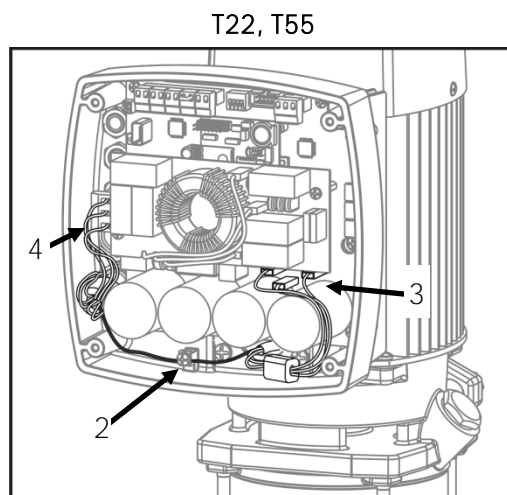
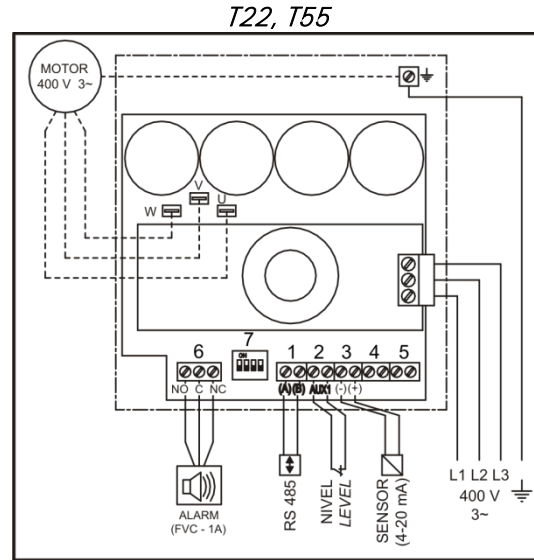

Figura 5
Figura 7
Queste apparecchiature dispongono di un ingresso di alimentazione a 400V trifase, 50 o 60Hz. Il cablaggio deve essere eseguito da un installatore professionista. Presa di collegamento come illustrato nella **Figura 5 (4)**.
Collegamenti come illustrato nella **Figura 5 (n° 4)**. Fare riferimento alla **Figura 7**.